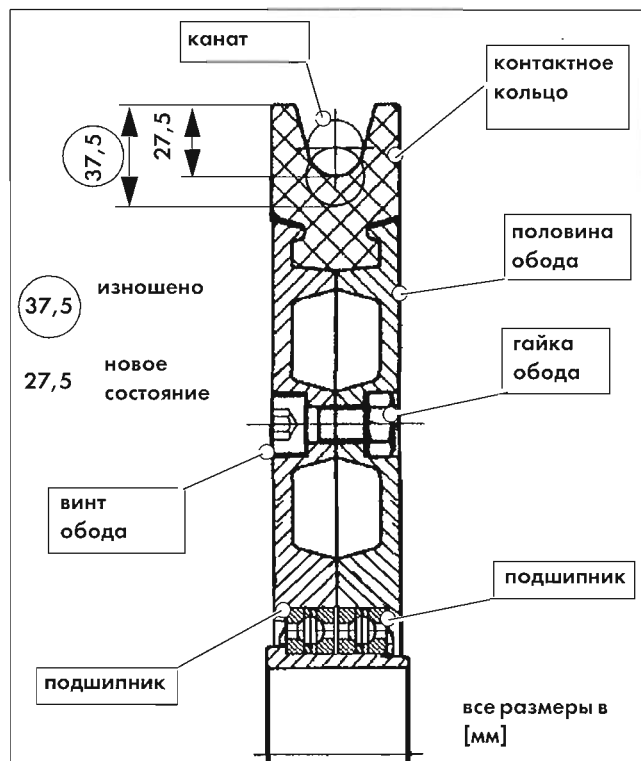

Рис. 8.6 Границы износа контактного кольца отводящего ролика CSA•1001 (Ø 270 мм отводящий ролик в поперечном сечении)
2. Проверьте, достигло ли контактное кольцо отводящего ролика границ износа (Рис. 8.6)!
3. Отвинтите 8 винтов (гаек) из половинки обода ролика (Рис. 8.6)!
4. Отделите верхнюю (правую) от нижней (левой) половинки обода (Рис. 8.6)!
- Привинтите друг к другу половинки обода винтам с гайками (Рис. 8.6)! Крест накрест равномерно затяните винты!
В одной половинке обода имеется отверстие под гайку, защищающее от ее проворачивания и в другой половинке имеется цилиндрическое (круглое) отверстие под (круглую) головку винта с внутренним шестигранником (Рис. 8.6)!